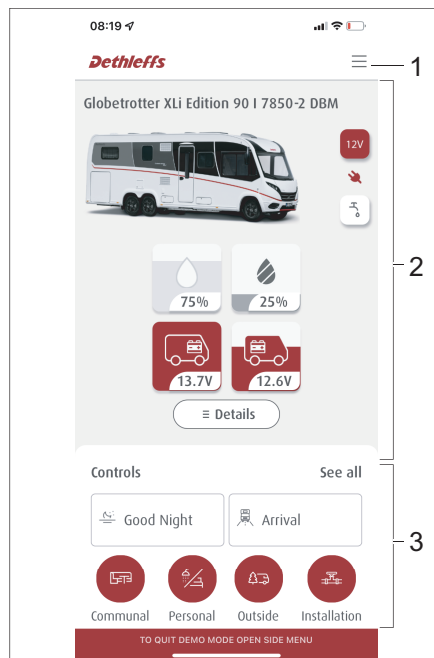

Fig. 279 Structure de l'application Dethleffs Connect
- Rubrique Menu (Fig. 279,1)
- Informations sur le véhicule (Fig. 279,2)
- Rubrique Commandes et Scénarios (Fig. 279,3)